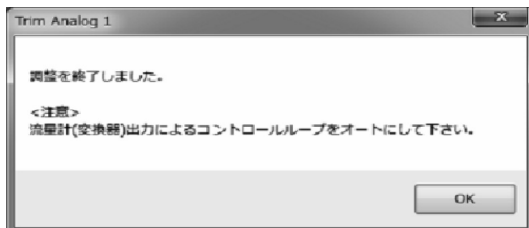

図148
- ⑥ 「Cancel」ボタンをクリックすると、アナログ出力値の調整は終了です。図148の「調整が終了しました。」のメッセージボックスが現れますので、「OK」ボタンをクリックしてください。
- ⑩ 「Cancel」ボタンをクリックすると、アナログ出力値の調整は終了です。図148の「調整が終了しました。」のウィンドウが現れますので、「OK」ボタンをクリックしてください。